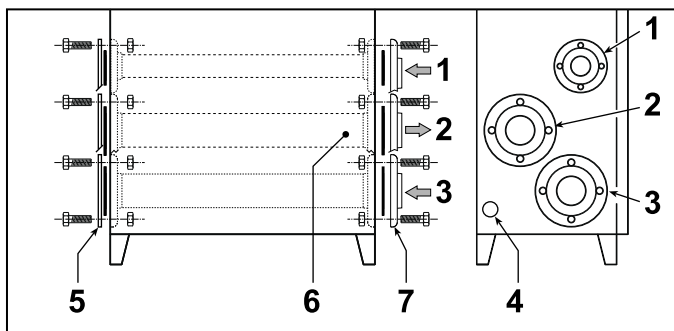

Рис. 16
Подключение одиночного модуля - рис. 16.
- По завершении монтажа на последнем модуле установить глухие фланцы с соответствующими уплотнениями (рис. 16 и 17).